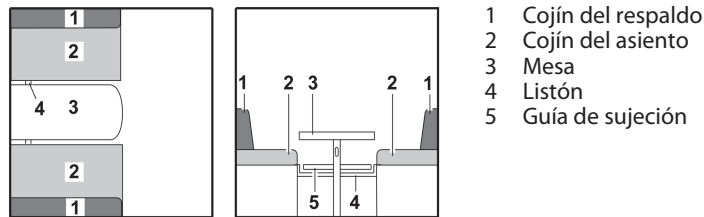

Fig. 67 Antes de la transformación
- Transformar la mesa (Fig. 67,3) en base de cama (véase apartado 7.8).
- Meter el listón (Fig. 67,4) o tirarlo hacia el centro. El listón está en la posición correcta si apoya el tablero de mesa directamente debajo de la pata de mesa.